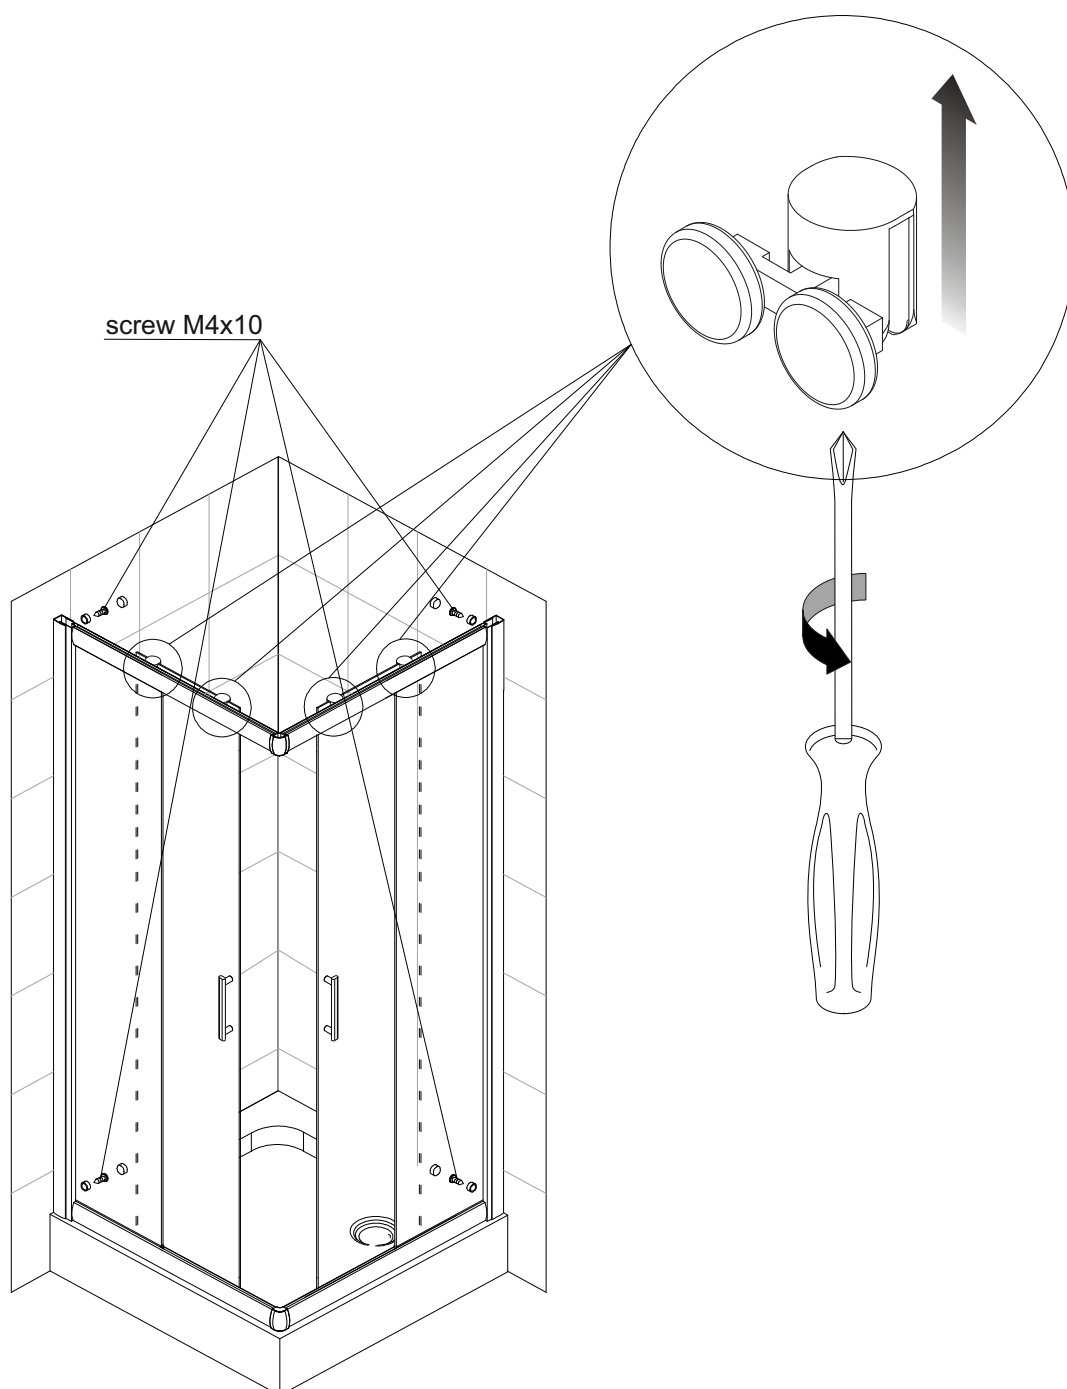

Fig. 13
11) Adjust the upper wheels to make sure the sliding doors move smoothly and in good sealing. As Fig. 13
11) Regolare i carrelli di scorrimento superiore in modo tale da assicurare un perfetto scorrimento delle porte e tenuta d'acqua del box doccia. Vedi fig. 13